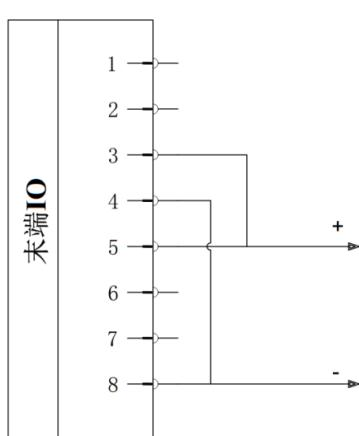

图 6-27 双针模式 1 接线
- 2) 接线方法：如下图 6-27，将电源线（5 灰色）与 TI3/TO3/PWR2 线（3 绿色）连接，接地线（8 红色）与 TI2/TO2/GND2 线（4 黄色）连接。